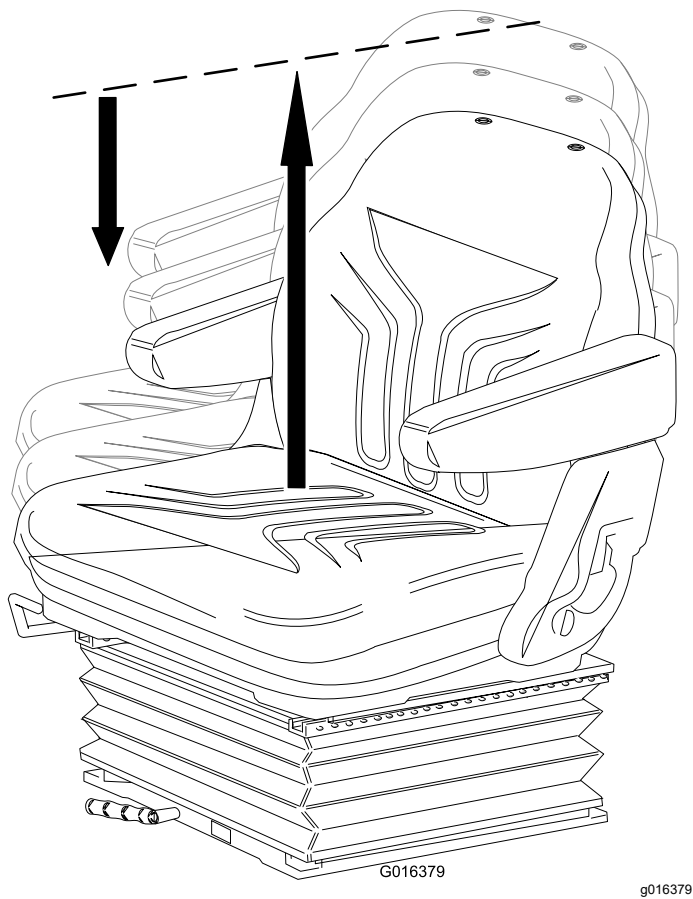

Bild 24
- **Höheneinstellung:** Heben Sie den Sitz manuell an, um die Höhe schrittweise einzustellen. Wenn Sie die Sitzhöhe verringern möchten, heben Sie den Sitz über die höchste Einstellung an und lassen ihn dann auf die niedrigste Stellung ab (Bild 24).